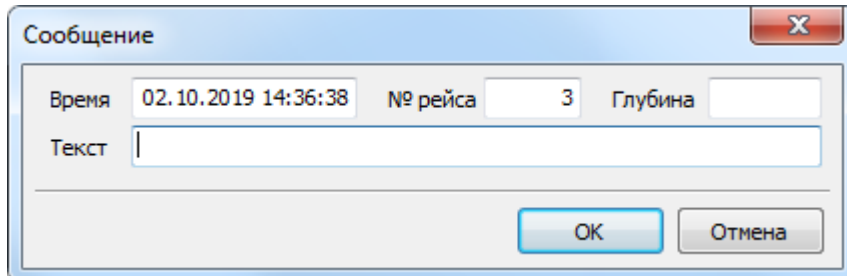

Рисунок 277. Диалог добавления нового сообщения
3. Появится диалог, аналогичный диалогу при добавлении сообщения в журнал (Рис. 277). Измените необходимые данные.